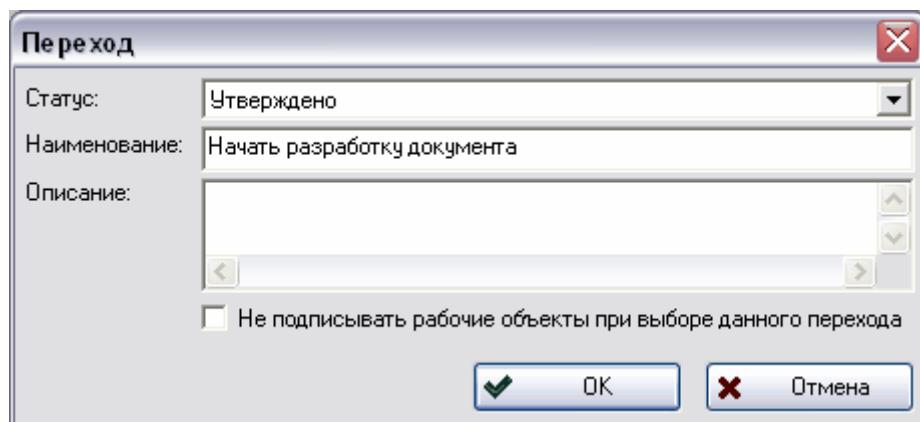

Рис. 12 Создание нового перехода
3. В появившемся диалоговом окне **Переход** введите необходимые параметры (Рис. 12).